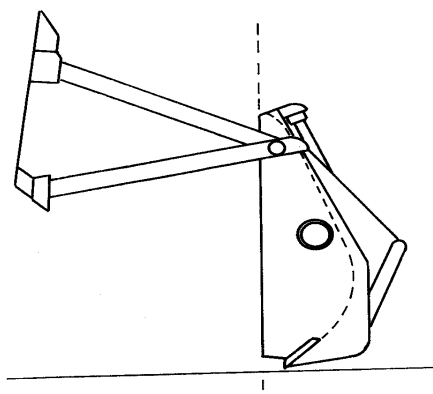

Рис. 4.49. Разравнивание материала с помощью многооперационного ковша
5. При полном открытии скобы многооперационного ковша этот ковш можно использовать в качестве бульдозерного отвала. При выравнивании территории ковш надо установить так, как это показано на Рис. 4.49. При разгребании материала или для получения плитообразного среза грунта ковш следует установить так, как это показано на Рис. 4.50.